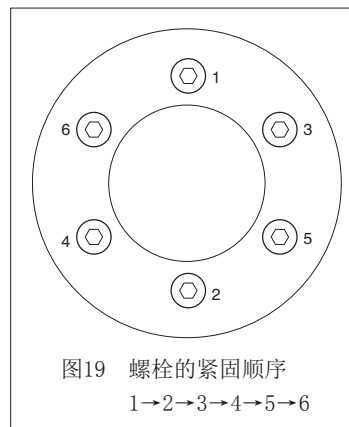

图19 螺栓的紧固顺序
- i) 首先用规定紧固扭矩的1/3左右按图19所示顺序 (1→2→3→4→5→6) 紧固所有螺栓。